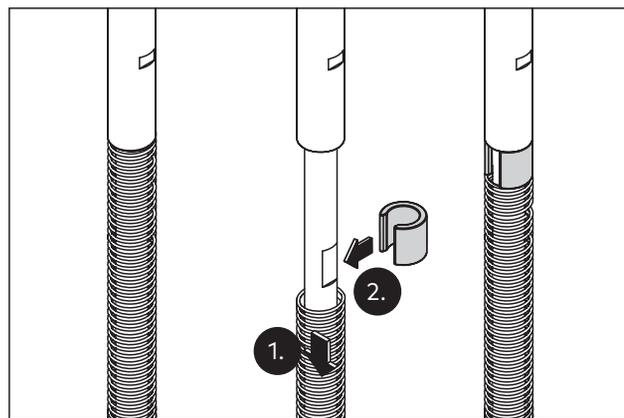

Abb. 41 Distanzstücke montieren
1. Die Vorspannung der Feder an der oberen Treibriegelstange in Abhängigkeit zu der Türhöhe nach der Tabelle einstellen (Abb. 41).